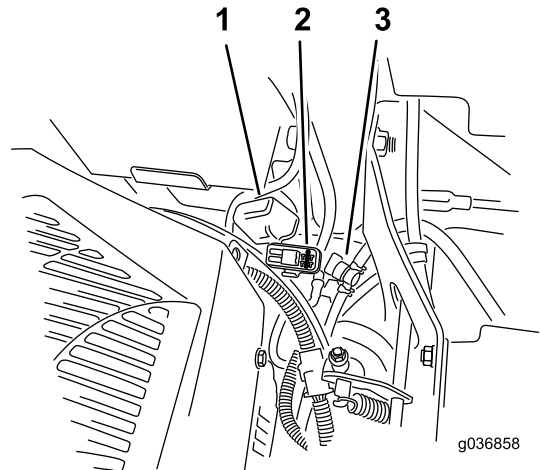

Figura 70
Los fusibles están situados en la consola de la derecha, junto al asiento (Figura 70).
2. Instale un fusible nuevo (Figura 70).